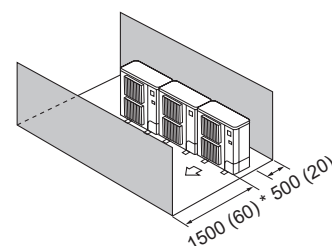

Fig. 2-15
- (4) Obstáculos sólo en la parte delantera y trasera (Fig. 2-15)